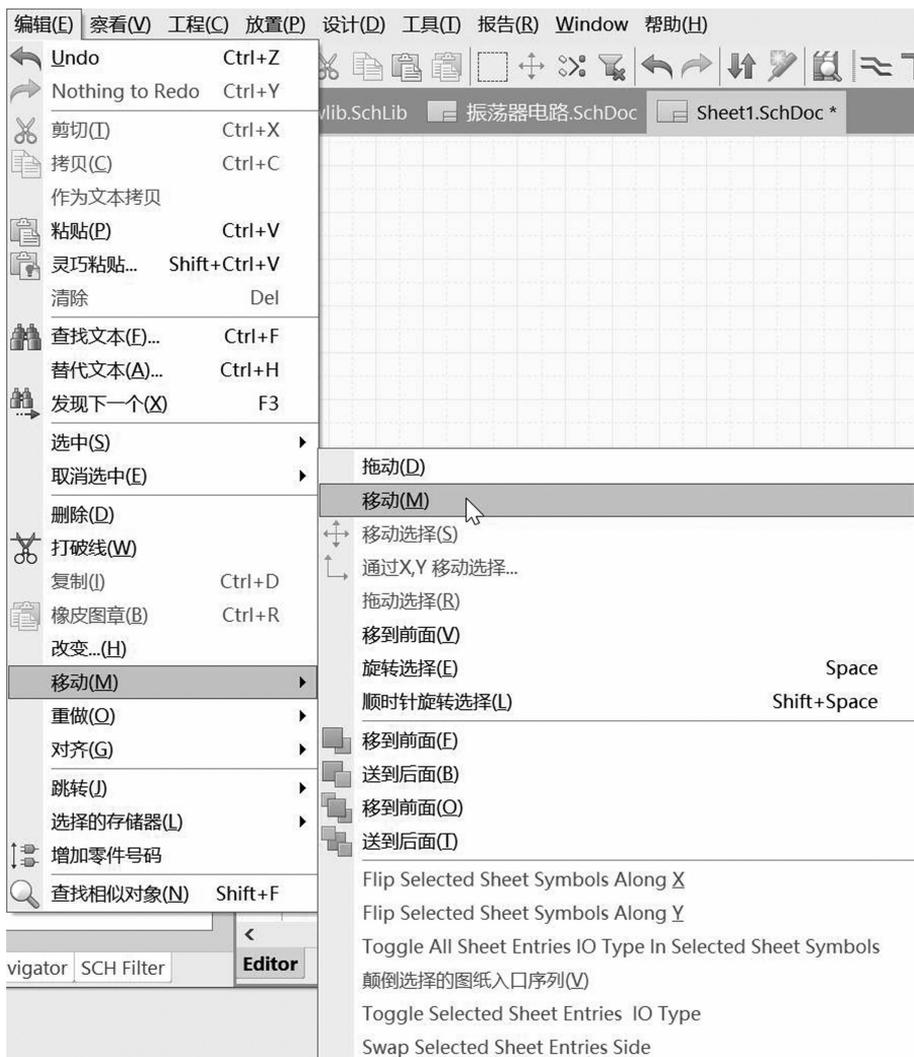

图 4-73 移动的菜单命令
- (1) 选择想要移动的对象；
- (2) 单击工具栏上的  按钮，鼠标指针将变成十字形状，移动鼠标指针到选中的对象上单击，元件将随着鼠标指针移动；
- (3) 移动鼠标指针到目的位置单击，完成对象的移动。
- 移动元件的菜单命令如图 4-73 所示。